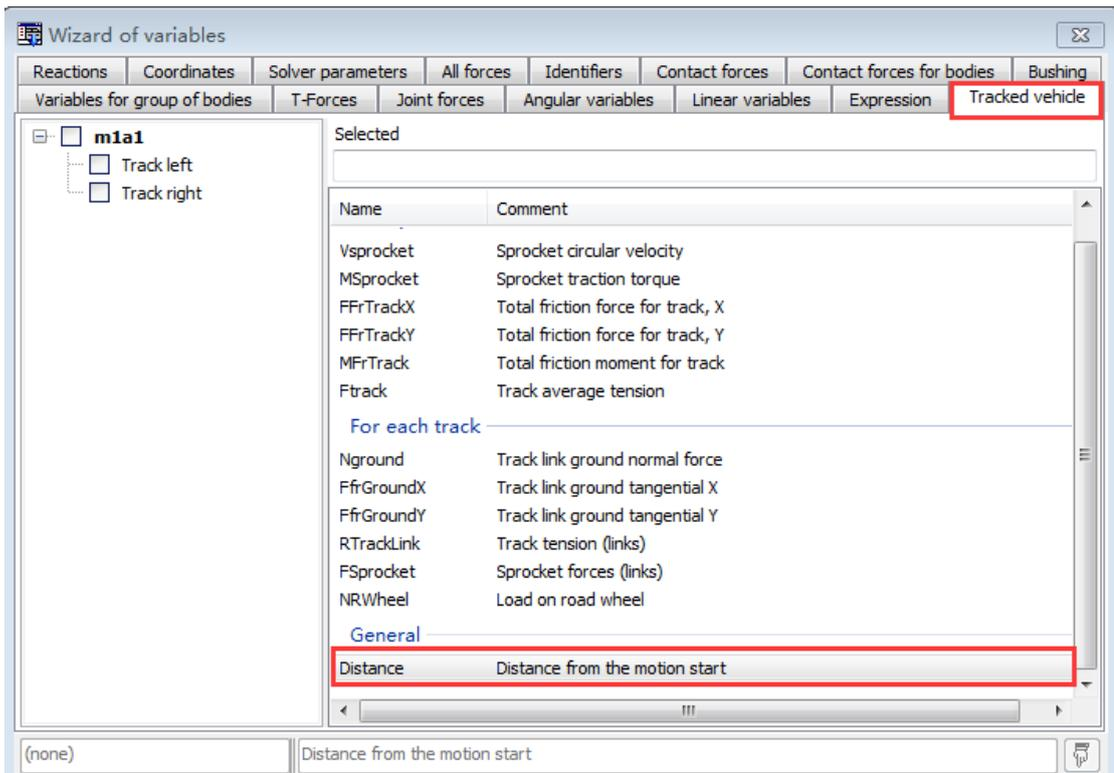

图 008-6 履带车辆 Distance 位置
4、对于履带车辆模型，该 Distance 变量位于 **Tracked vehicle** 下，如图 008-6；